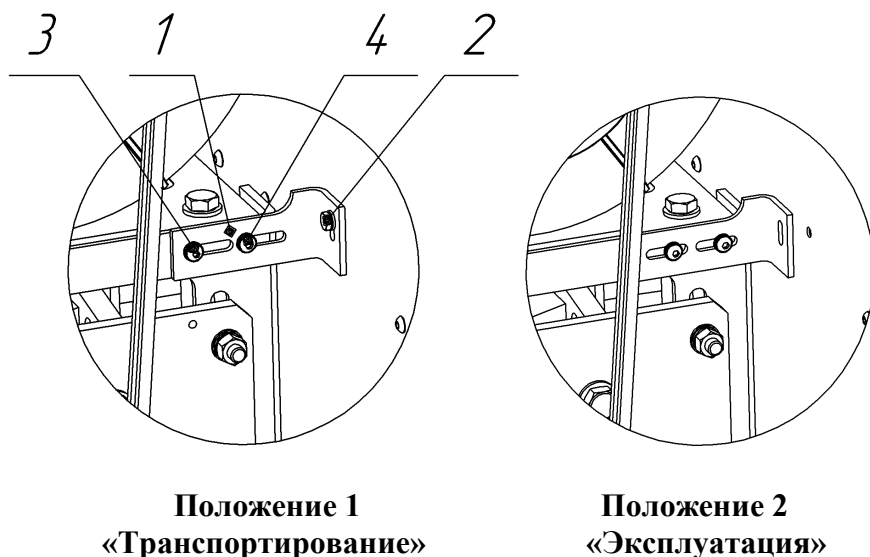

Рисунок 3
- демонтировать транспортировочный кронштейн красного цвета 1 (см. рисунок 3)*.
Примечание: *Транспортировочный кронштейн красного цвета 1 (см. рисунок 3) – это уголок, который соединяет основание, на котором закреплены двигатель и спиральный блок, с внутренней перегородкой. Для того чтобы транспортировочный кронштейн не был утерян, его необходимо:
- закрепить кронштейн к основанию винтами 3,4 (см. рисунок 3, положение 2);